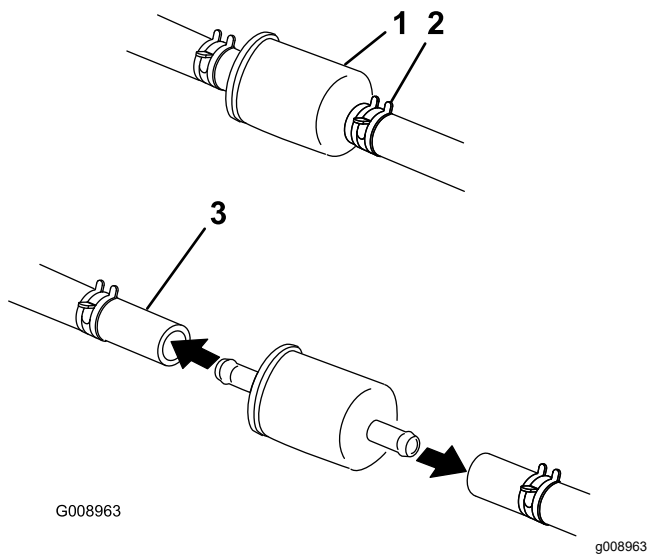

Figure 41
4. Pincez les extrémités des colliers et éloignez les colliers du filtre (Figure 41).